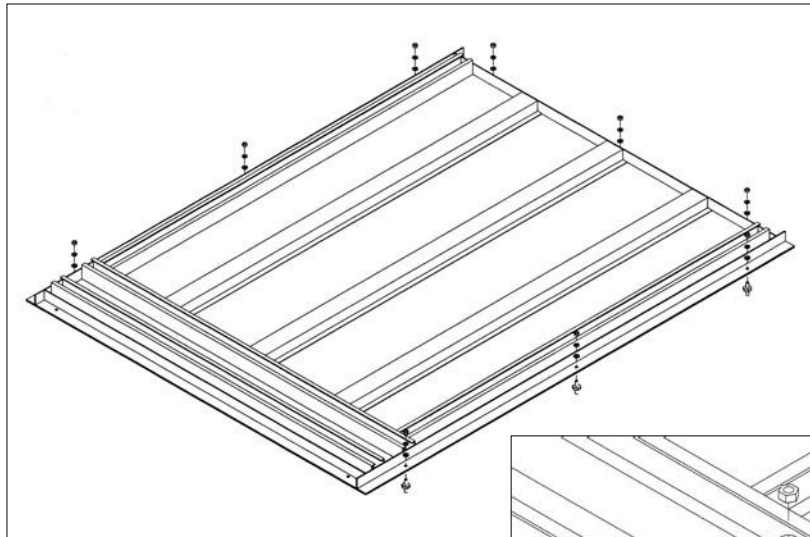
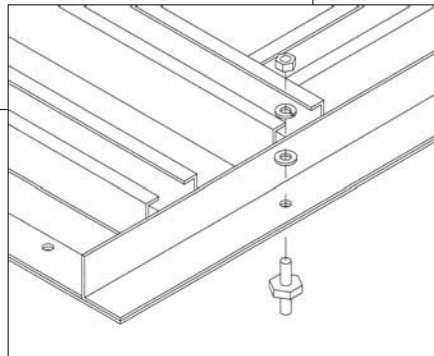

fig.14
fig.15
- Avvitare i perni al celino come da fig.14 e fig.15.